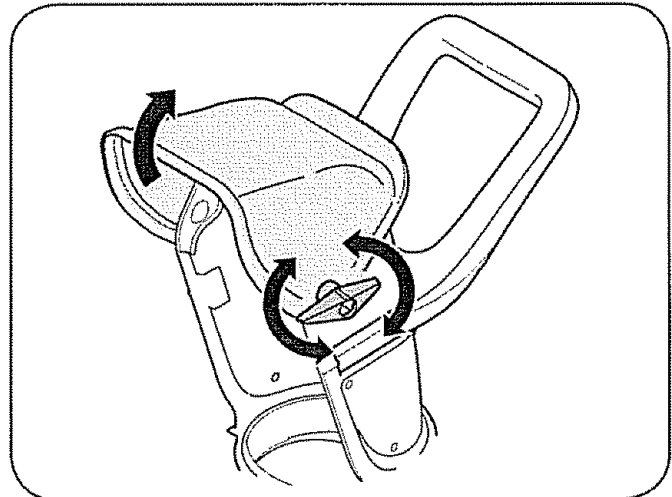

Figura 1
2. Soltar la perilla de ala en la tolva superior y girar la tolva superior hacia arriba por lo que esto irá. Entonces apriete la perilla de ala en la tolva superior que se asegura que el cerrojo de carro es correctamente colocado. Refiérase a la Figura 1.